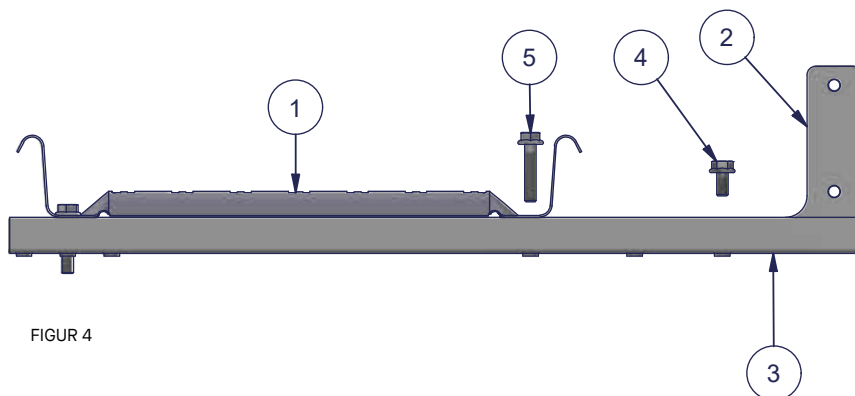

FIGUR 2
Placera bottenprofilen (3) mot bryggmodulens undersida (1) enligt figur 2. Skruva fast profilen med 1 st skruv M8×50 (5).